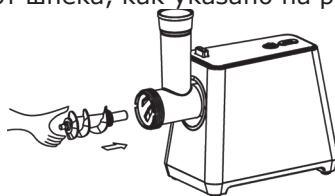

Рис.2
7.1.2 Поместите шнек в горловину узким концом вперед и слегка проверните его пока он не войдет в тесный контакт с приводом электродвигателя (рис. 2).